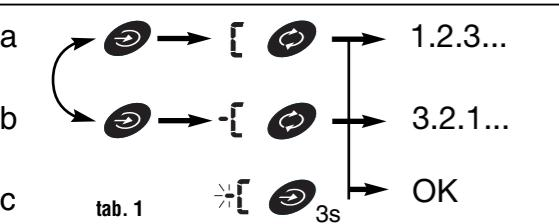

fig. 1
## ■ Front panel and value setup (fig. 1)
The frontal red LED (3, fig.1) flashes proportionally to the active imported energy consumption.
Wrong phase sequence indicator (4, fig 1), the hazard triangle is displayed in case of wrong phase sequence (L2-L1-L3, L1-L3-L2).
To enter the complete programming mode, press the key 2 for at least 3 sec. (fig 1). Entering the programming mode, all the measurements and control functions are inhibited. During this phase the flashing of the LED has not to be considered.
**12 End**: it allows exiting the programming mode by pressing the key 2 (see fig 1).
## Front panel och knapparna (fig. 1)
Röd LED i front (3, fig.1) blinkar proportionellt mot energiförbrukningen (kWh).
Indikator för fel fastsöjd (4, fig 1), varningstriangeln visas ifall faserna är inkopplade med fel fastsöjd (L2-L1-L3, L1-L3-L2).
Tryck in knapp 2 i minst 3 sekunder för att komma i i programmeringsläge (fig.1). När programmeringsläge är aktivt avbryts all mätning och övervakning. I programmeringsläge är funktionen på LED inte giltig.
**12 End**: avsluta programmering genom att trycka in knapp 2 (se fig.1).
## Vorderes Bedienfeld und Werteinstellungen (fig. 1)
Die LED rouge frontale (3, fig.1) clignote proportionnellement à l'énergie active mesurée.
Indicateur de séquence phase erronée (4, fig 1), das Gefahrenrechteck wird bei falscher Phasenfolge angezeigt (L2-L1-L3, L1-L3-L2).
Um in den Programmiermodus zu gelangen, muss die Taste 2 für mindestens 3 Sek. gedrückt werden (siehe Abb.1). Im Programmiermodus werden alle Mess- und Kontrollfunktionen inaktiv. Diese Phase hat keinen Bezug zu dem Blinken der LED.
**12 End**: ermöglicht das Verlassen des Programmiermodus durch Drücken der Taste 2 (siehe Abb. 1).
## Panneau frontal et configurations valeurs (fig. 1)
La LED rouge frontale (3, fig.1) clignote proportionnellement à l'énergie active mesurée.
Indicateur de séquence phase erronée (4, fig 1), le triangle de danger est affiché en cas de séquence phases erronée (L2-L1-L3, L1-L3-L2).
Pour accéder à la programmation complète de l'instrument, appuyer pendant au moins 3 sec. sur la touche 2 (comme indiqué à la figure 1). Si l'on accède à la programmation, toutes les fonctions de mesure et contrôle sont inhibées. Pendant cette phase, le clignotement de la LED ne doit pas être pris en compte.